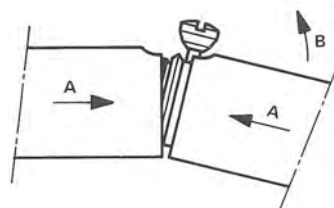

Abb. 11.
- Sprengmutter (12) lösen.
- Sprengmutter (12) der Verlängerung mit der entsprechenden Aussparung des Gegenstückes ausrichten.
- Verlängerung schräg an das Gegenstück anlegen und durch Druck in Richtung A und durch Schwenkbewegung in Richtung B einklinken (Abb. 11).
- Sprengmutter (12) leicht anziehen, jedoch nicht blockieren.
- Beide Stützflansche (11) durch Auflegen auf eine ebene Unterlage parallel ausrichten.